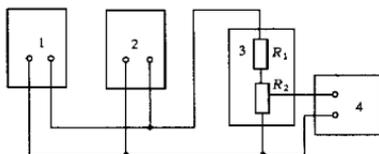

图 1 测失真度连线图
13.1 将耐电压测试仪输出电压置于交流状态,并按图 1 连接衰减器、交流电压表与失真度仪。